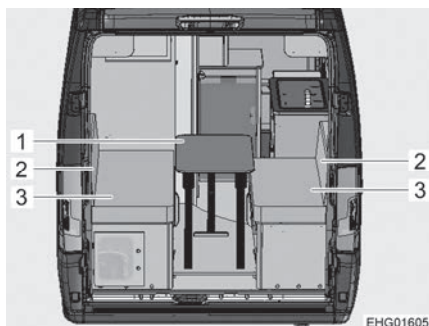

Fig. 83 Avant la transformation
- Replier la table pliante (Fig. 83,1) et le poser de côté ou dans le compartiment de rangement sous le socle.
- Retirer les deux coussins de dossier (Fig. 83,2). Les coussins de dossier se composent chacun de 2 segments (un coussin et une cale). Le coussin est utilisé pour la transformation en lit, la cale peut éventuellement être utilisée pour rehausser la tête.
- Retirer les deux coussins d'assise (Fig. 83,3).